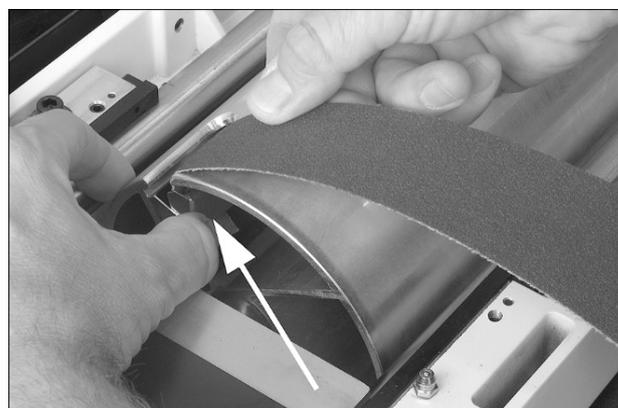

Рис. 6-7
1. Прижмите зажимной рычаг (Рис. 6-7) на внешней (левой) стороне барабана и проденьте клиновидный конец абразивной ленты через прорезь в зажиме, как показано на рисунке. Заведите в зажим примерно 75 мм абразивной ленты. Выровняйте косую кромку ленты с левым краем барабана.